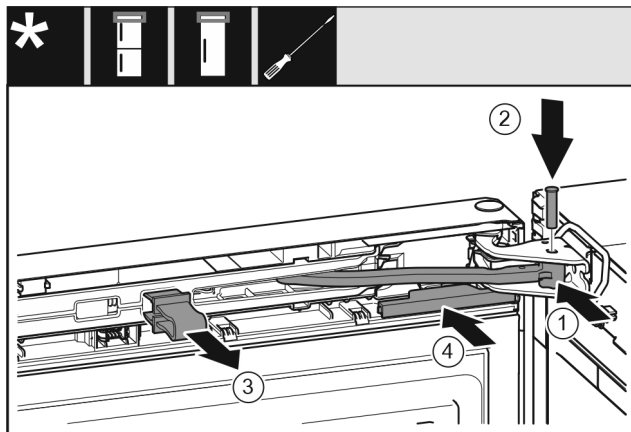

Fig. 21
- ▶ Завъртете шарнира в лагерната стойка. *Fig. 21 (1)*
- ▶ Поставете болта в лагерната стойка и шарнира. При това обърнете внимание на това, фиксиращата гърбица да е легнала правилно в жлеба. *Fig. 21 (2)*
- ▶ Свалете предпазителя. *Fig. 21 (3)*
- ▶ Нахлузете капака. *Fig. 21 (4)*